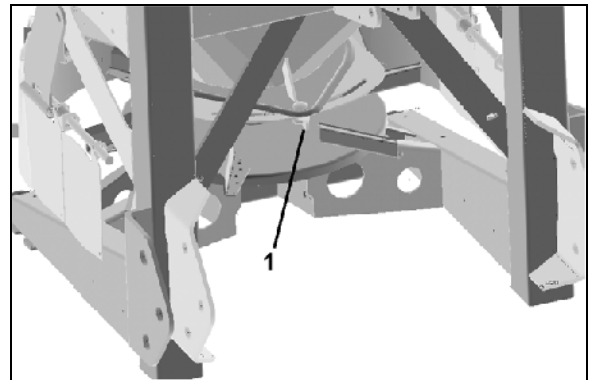

Fig. 33
1. Flügelschraube (Fig. 33/1) lösen.